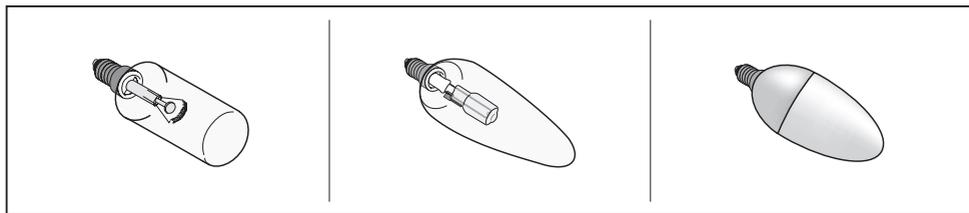

Fig.15
• **Sostituzione delle lampade (Fig.15):**